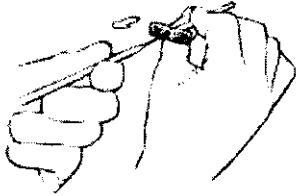

Figura 5. Retirada del alambre guía y del dilatador de vasos
**8.** Retire el dilatador de vasos y alambre guía, dejando la funda como un conducto hacia la vena subclavia y la vena cava superior (ver Figura 5). Coloque inmediatamente un dedo sobre la entrada de la funda para evitar la entrada de aire o la pérdida de sangre.